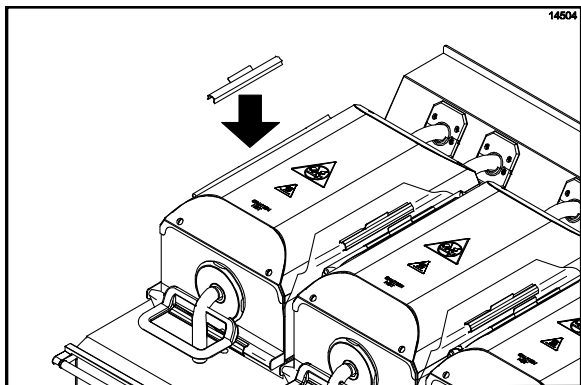

Рисунок 59
42. Установите антиадгезионные листы назад, на свое место, перевернув их на обратную сторону (противоположную той, которая использовалась ранее). Закрепите листы с помощью зажимов и держателей. (См. рис. 59)